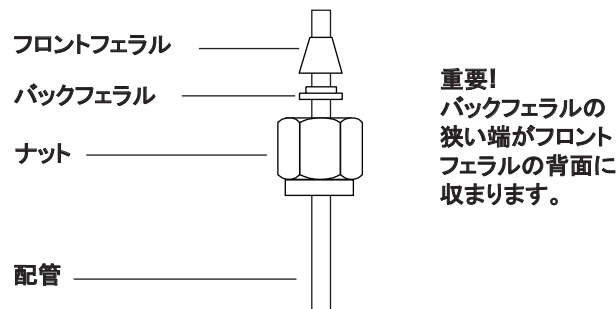

図 17 Swagelok ナットおよびフェラル
- 1 図 17 に従って、Swagelok ナット、バックフェラル、およびフロントフェラルを配管に通します。